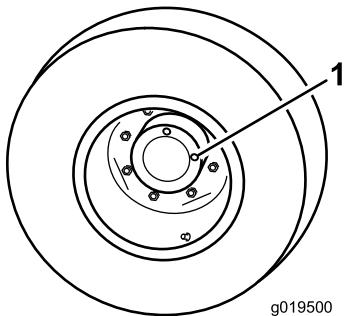

Figure 73
1. Amenez la machine sur une surface plane et horizontale, tournez la roue de sorte qu'un bouchon de contrôle (Figure 73) soit à la position 12 heures et l'autre à la position 3 heures.
2. Retirez le bouchon qui est à la position 3 heures (Figure 73). Le niveau d'huile doit atteindre le bas de l'orifice de contrôle.